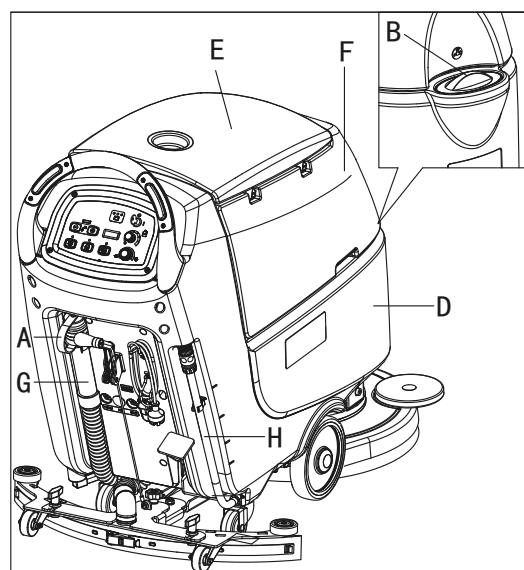

Figure 7
1. Ouvrir le goulot de remplissage (B, Fig.7).
2. (Pour les machines sans système de mélange de produits chimiques) Utiliser le goulot de remplissage avant (B) et ou le goulot de remplissage arrière (H) pour remplir le réservoir (D) avec une solution appropriée pour le travail à effectuer. Remplir jusqu'à la marque de référence "1" du tuyau de contrôle du niveau (H). Toujours respecter les instructions de dilution sur l'étiquette du produit chimique utilisé pour préparer la solution. La température de la solution ne doit pas dépasser +104 °F (+40 °C).